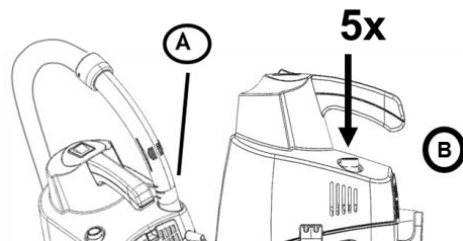

Figura 5
12. Encienda la aspiradora, para ello coloque el interruptor en la posición (I).
15. Figura 5,6. Utilice el sistema de limpieza de filtros antes y después de cada uso para mantener el rendimiento del aparato. Cuando se trabaja con polvo fino o ceniza fría los filtros pueden obstruirse, lo cual reduce el rendimiento de la aspiradora así como la vida útil de los filtros. Cómo utilizar el sistema de limpieza de filtros:
- a. Coloque el interruptor en la posición de encendido (I).
- b. Bloquee el extremo de la manguera (A) y espere 5 segundos. Esto cerrará el flujo de aire y aumentará la presión en el depósito.
- c. Pulse el botón (B) 5 veces seguidas.